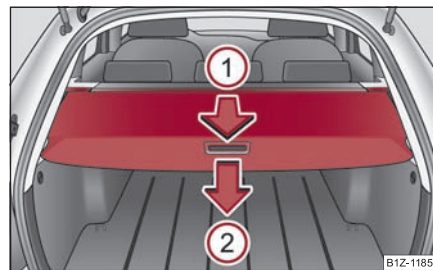

Fig. 99 Maletero: Cubierta del maletero enrollable
- Tire de la cubierta enrollable del maletero en el sentido de la flecha (1) hasta el tope en posición asegurada ⇒ página 91, fig. 99.
Si Vd. desea utilizar todo el espacio del maletero, podrá desmontar la cubierta del mismo ⇒ página 91, fig. 99.